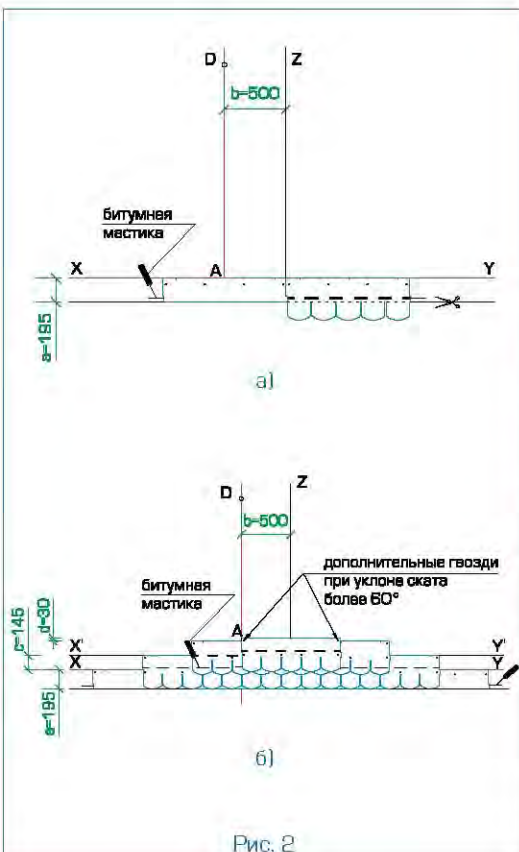

Рис. 2
### Укладка материала (рис. 2)
- Начальный ряд формируется из листов черепицы АНТИК ПРАГА обрезанных по линии образованной конечными точками вырезов. Полученные таким образом полосы шириной 19,5 см укладываются по линии карниза в обе стороны от линии Z (рис. 2а) и фиксируются по нижнему краю битумной мастикой, а по верхней кромке 4 гвоздями (ось гвоздей на 5 см ниже верхнего края полосы);
- далее первый ряд черепицы укладывается от линии AD (рис. 2б);
- второй ряд укладывается от линии Z (со смещением 50 см от AD) (рис. 2б);
Каждый лист черепицы АНТИК ПРАГА крепится 4 гвоздями (ось гвоздей на линии битумных клеевых полос) таким образом, чтобы гвоздь прошивал и верхний край нижележащего листа черепицы (рис. 2б).